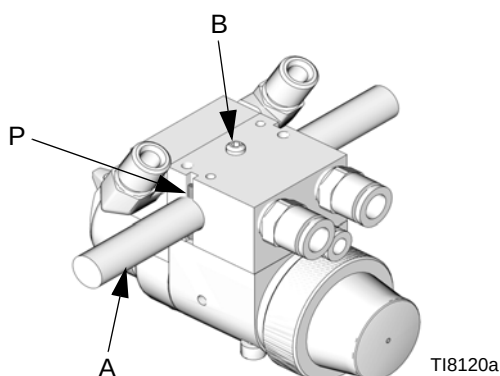

FIG. 3: Montage op zuigerarm
1. Breng de montagestang (A) aan door het gat in het spuitstuk zoals te zien is in FIG. 3.